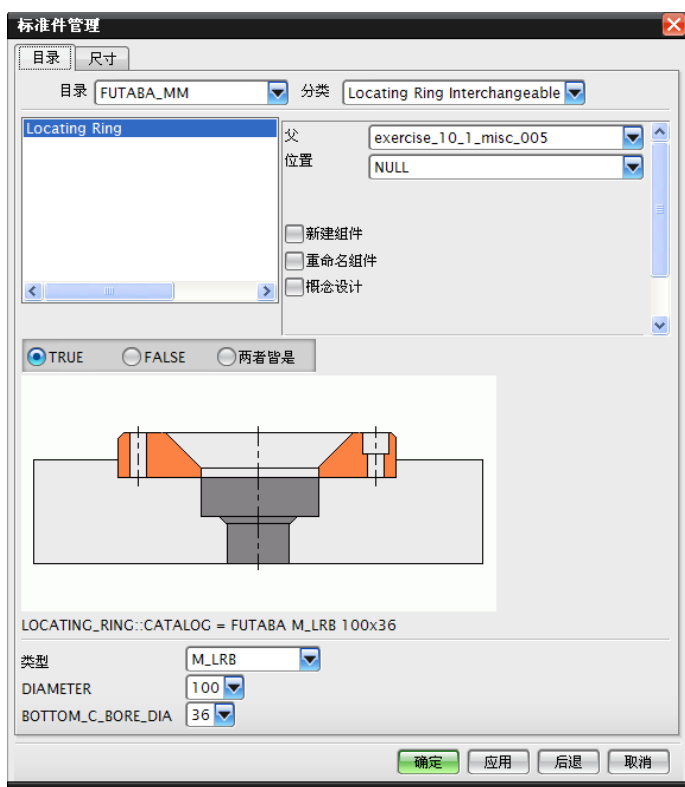

图 10-52 【标准件管理】对话框
(1) 在注塑模设计模块工具栏中单击【标准部件库】图标, 弹出如图 10-52 所示的【标准件管理】对话框。
(2) 在图 10-52 所示的【标准件管理】对话框的【目录】下拉列表中选择【FUTABA_MM】选项, 【分类】下拉列表中选择【Locating Ring Interchangeable】选项, 显示栏中选择【Locating Ring】选项。
(3) 在图 10-52 所示的【标准件管理】对话框的底部选择类型为 M_LRB，默认系统的其他参数。